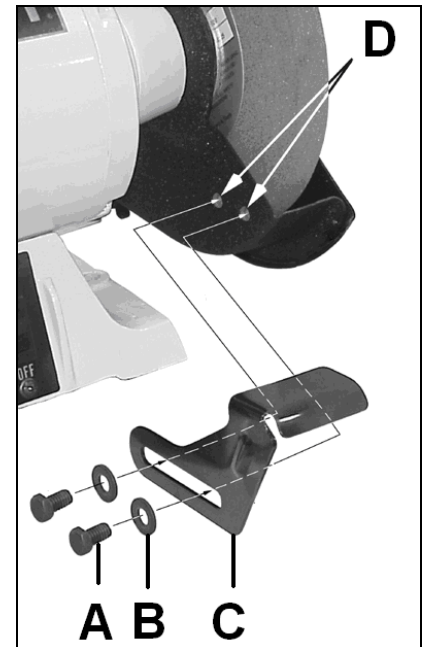

Fig 1
Befestigen Sie die Werkstückauflage (C, Fig 1) mit den Sechskant-Schrauben (A) und den Scheiben (B) am Scheibengehäuse (D).